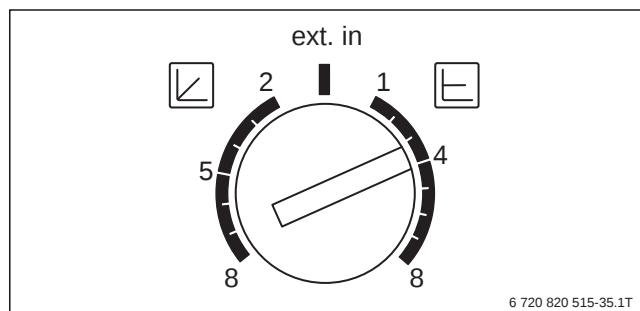

Bild 26 Einstellmöglichkeiten Pumpe PC0
- Die Wärmeanforderung zur Beladung des Pufferspeichers erfolgt über den potentialfreien Schließerkontakt des Regelgeräts Logamatic 4117 auf die Anschlussklemme I2 (WA) des Gas-Brennwertgeräts Logamax plus GB162.
- Die Pumpe PC0 der Pumpengruppe des Gas-Brennwertgeräts muss auf Δp = konstant eingestellt werden. Die Einstellung erfolgt direkt an der Pumpe PC0 (→ Bild 26). Der Förderdruck der Pumpe PC0 ist entsprechend dem Druckverlust des Wärmetauschers des Gas-Brennwertgeräts zu wählen.